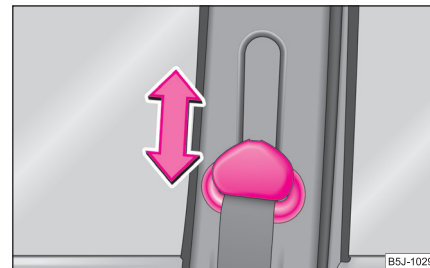

Abb. 135 Vordersitz: Gurthöheneinstellung
- Zum Einstellen drücken Sie auf den Umlenkbeschlag und verschieben ihn nach oben bzw. unten ⇒ **Abb. 135**.